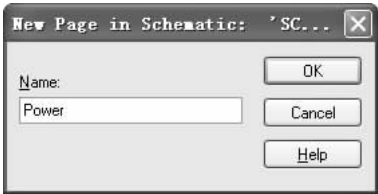

图 6-167 “New Page in Schematic（新建图页）”对话框
4) 选中图样文件 SCHEMATIC1，选择菜单栏中的“Design (设计)”→“New Schematic Page (新建图样文件)”命令，或右击鼠标选择快捷菜单中的“New Page (新建图样文件)”命令，弹出如图 6-167 所示的“New Page in Schematic (新建图页)”对话框，在“Name (名称)”文本框中输入选中的原理图文件名称“Power”，单击 按钮，完成原理图图页文件的添加。